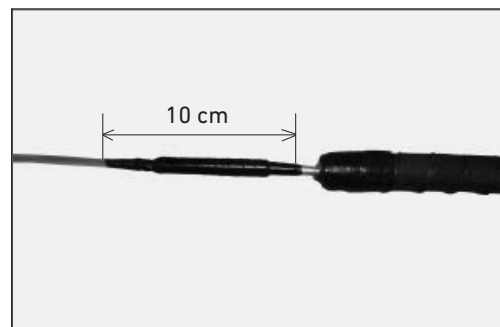

Figura 36
6.14 Limpe a superfície dos tubos e aplique fita isolante para fixar os tubos de transporte e acoplador com o extremo do tubo de alumínio (figura 36).